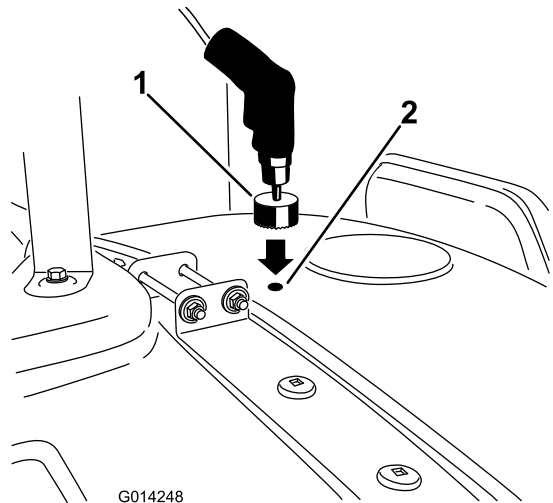

Figura 13
- Vá para a marca de perfuração em frente do tampão do depósito e repita os passos 4 a 6 para o furo da frente (Figura 13).